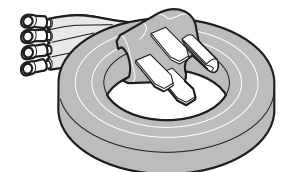

Fig. 17
- Cable eléctrico (Juego de Cable para 40/50 amperios - LARGO MAXIMO: 48" - Fig. 17).